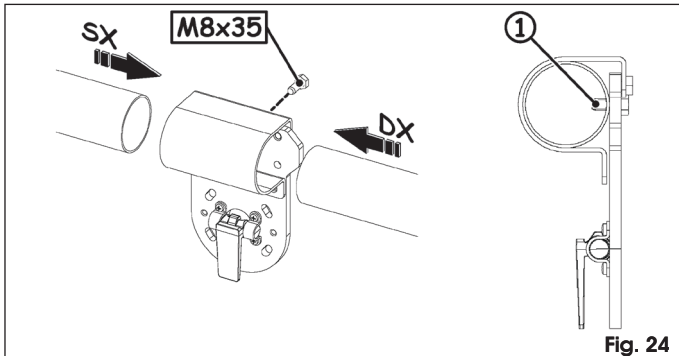

Fig. 24
En un extremo de la barra está presente un orificio. Dicho orificio debe estar orientado de modo tal que permita insertar el tornillo de seguridad, Fig. 24 ref. ①, evitando así que la barra pueda resbalar hacia abajo cuando está en posición vertical.